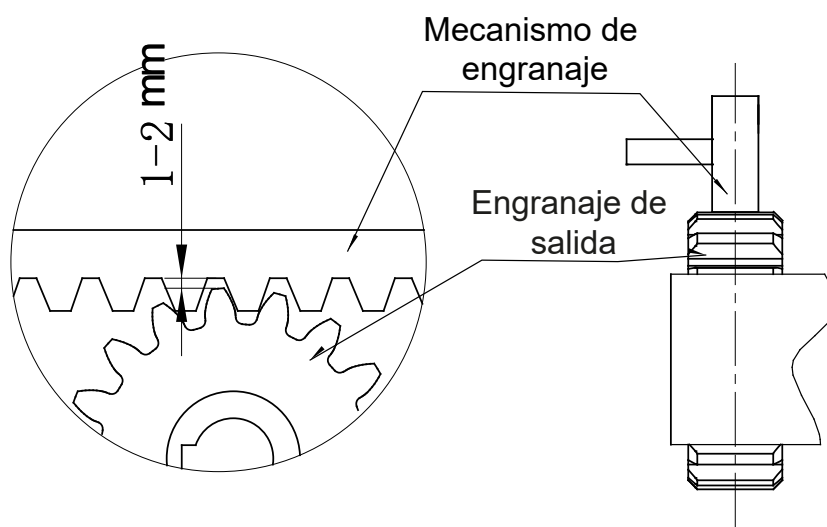

Figura 6
- 3) Mueva manualmente la puerta (la puerta debe moverse suavemente después de desbloquear el motor) para verificar si hay un espacio de ajuste entre la cremallera y el engranaje de salida, como se muestra en la Figura 6.
La holgura de ajuste del engranaje de salida y la cremallera se muestra en la Figura 6 a continuación: